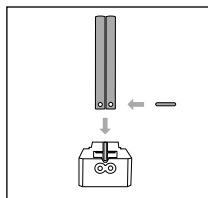

Fig. 2
- ◆ Tome dos barras guía **7** de forma que el lado redondeado de una esté orientado hacia el lado redondeado de la otra e inserte una barra distanciadora **14** en las dos barras guía **7** (consulte la fig. 2).
- ◆ Introduzca las dos barras guía **7** en el elemento guía para el corte A **9** (consulte la fig. 2).